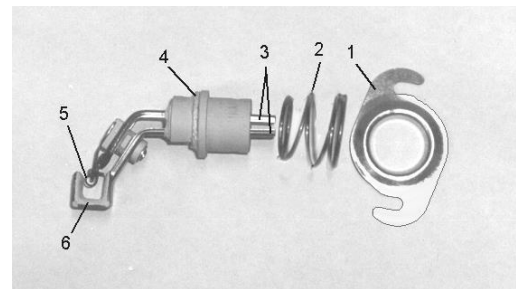

Abbildung 24: Bauteile des Zündstabs
5. Befestigen Sie rund um den neuen Zündstab unbedingt die Glasfaserdichtung (ca. 2 – 3 mm Durchmesser, siehe Abbildung 24), diese muß das Loch vollständig abdichten.